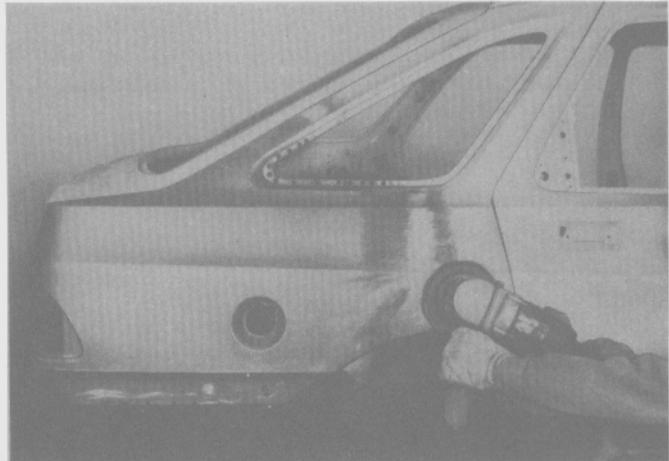

Fig. 234
- Dar terminación a los emplazamientos rellenos de soldadura (Fig. 234).